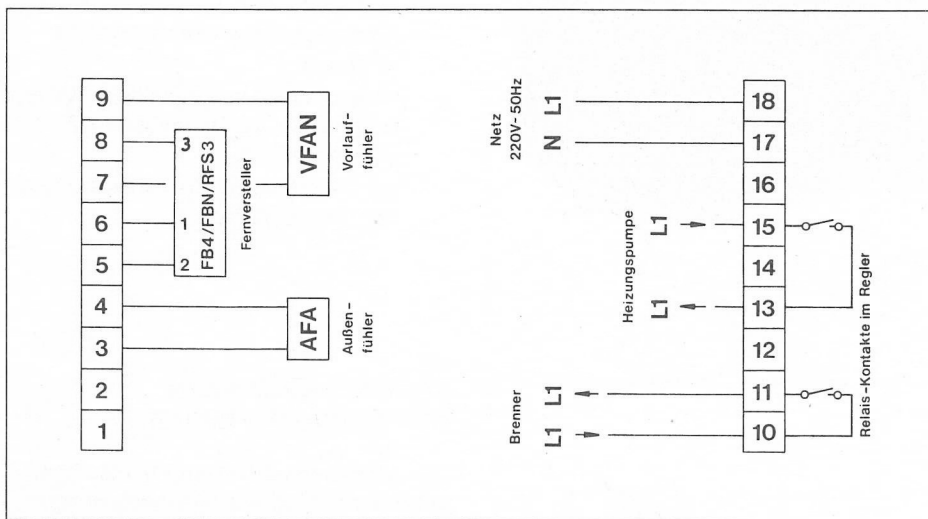

Bild 4 Anschlußschema zu 2.1.2, 2.1.3 und 2.2.1
2.1.2 Witterungsabhängige Vorlauftemperaturregelung mit Fernbedienung FB4 (Bild 4)
2.1.3 Witterungsabhängige Vorlauftemperaturregelung mit Fernbedienung FBN zur raumgeführten Absenkung (Bild 4)
2.2.1 Raumtemperaturregelung mit Raumfühler RFS3 und Erfassung der Außentemperatur durch den Außenfühler AFA (Bild 4)